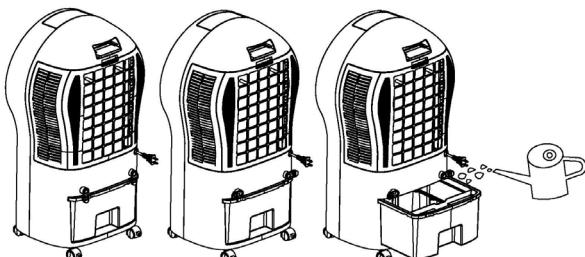

fig. 1
9. Abastecimento de água: certifique-se de que a máquina esteja desligada. Abra o depósito de água e encha-o com água (fig. 1). Certifique-se de que não excede o nível de água mais alto nem caia abaixo do nível de água mais baixo (fig. 2). Use água limpa da torneira.